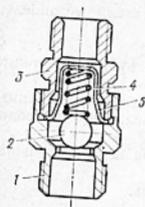
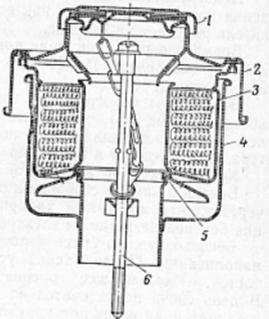

Рис. 33. Клапан вентиляции картера:
Рис. 34. Фильтр вентиляции картера:
**Вентиляция картера** precisely-вытяжная. Газы из внутреннего пространства двигателя отсасываются через специальный клапан (рис. 33) во впускную трубу двигателя, а свежий воздух поступает через фильтр вентиляции (рис. 34).